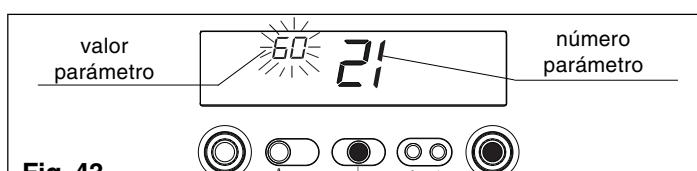

Fig. 43
- pulsar la tecla ENTER para acceder a la modificación del valor del parámetro. Pulsando la tecla ENTER destella el valor anteriormente configurado (fig. 43)